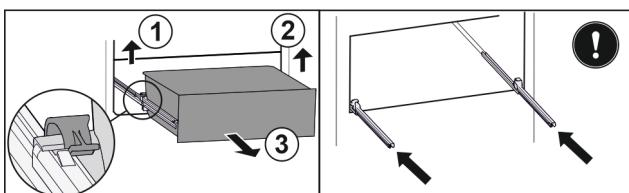

Fig. 137
- Повдигнете лявата скоба и едновременно с това изтеглете напред чекмеджето отляво. Fig. 137 (1)
- Повдигнете дясната скоба и едновременно с това изтеглете напред чекмеджето отдясно. Fig. 137 (2)
- Извадете чекмеджето напред. Fig. 137 (3)